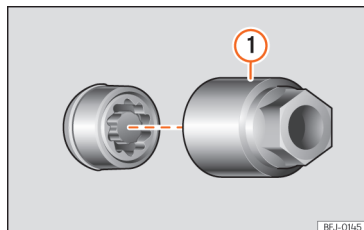

Abb. 35 Diebstahlhemmende Radschraube mit Abdeckkappe und Adapter
»» **Abb. 35** ① (Bordwerkzeug »» **Seite 43**) bis zum Anschlag in die diebstahlhemmende Radschraube.